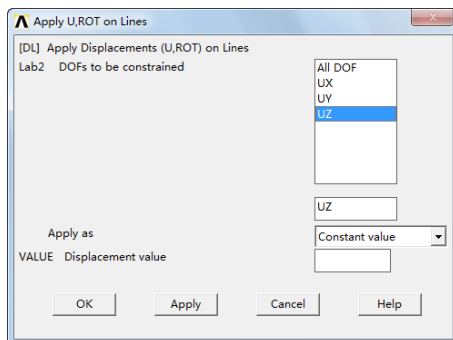

图 8-51 施加 Z 方向位移
③选择“UZ”作为约束自由度，单击“OK”按钮，如图 8-51 所示。